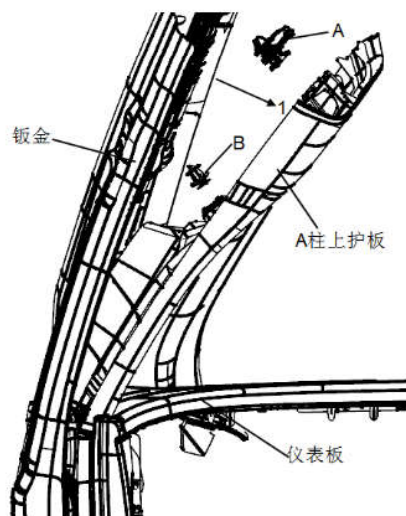

图1-58 A柱上护板拆卸示意
- (1) 松开 A 柱配合区域的门框密封条
- (2) 拆除 A 柱除霜风口盖板
- (3) 拆除 A 柱上护板
- (4) 使用缠有保护胶带的一字螺丝刀沿图 1-58 中箭头 1 方向往外撬出前部底边，用双手往外掰。
- (5) 把塑料卡扣紧固点（3 个）从钣金分离后，沿图 1-58 中箭头 2 方向往上拿出 A 柱上护板。